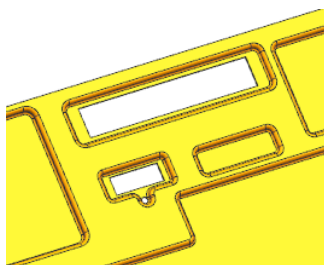

图 8-69 创建法向除料特征
(4) 返回到“法向除料”对话框，单击 按钮，创建法向除料特征，如图 8-69 所示。